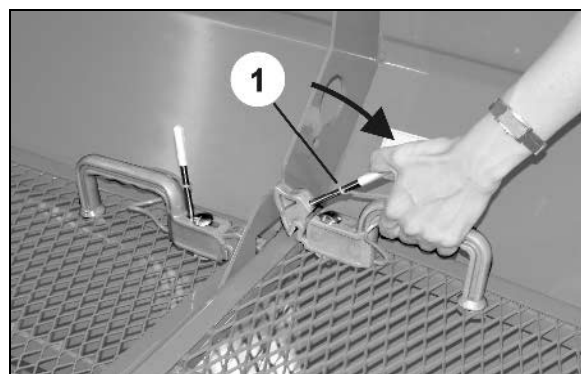

Fig. 23
- (Fig. 23/1) Öppningsläge för uppfällning av skyddsgallren.
2. Fatta tag i handtaget och låsanordningen för att frigöra spärren (Fig. 23).